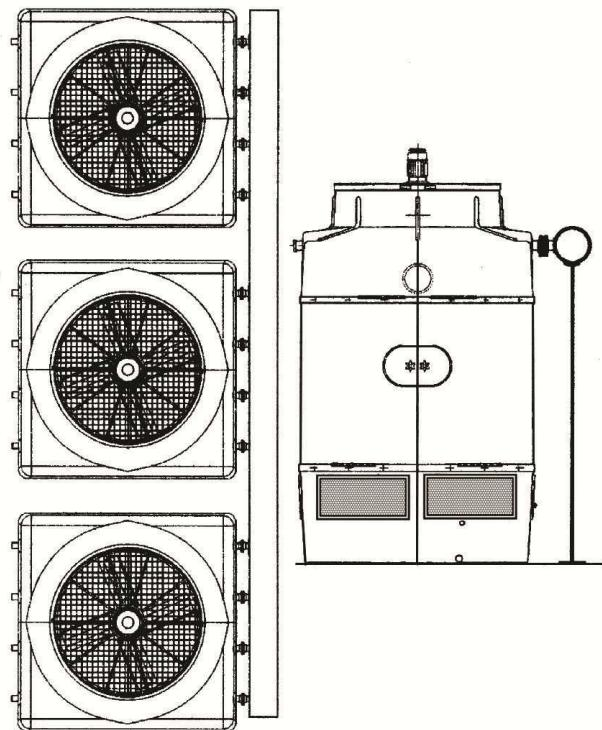

Fig. 23
- h) If only a manifold pipe is used for several towers, it will be necessary to install supports or brackets, to avoid that the weight of this manifold is supported by the tower pipes. In this case, a breakage of these pipes could occur (Fig 23).
- h) Se viene usato un singolo tubo per molte torri, sarà necessario installare supporti per evitare che il peso di queste unità sia supportato dai tubi delle torri. In caso contrario può avvenire la rottura dei suddetti tubi. (fig. 23).
- h) Si se dispone un único colector de agua para varias torres, se deben de instalar soportes para que el peso de dicho colector no tenga que ser soportado por las tuberías de la torre, ya que de ser así, éstas podrían romperse (fig. 23).